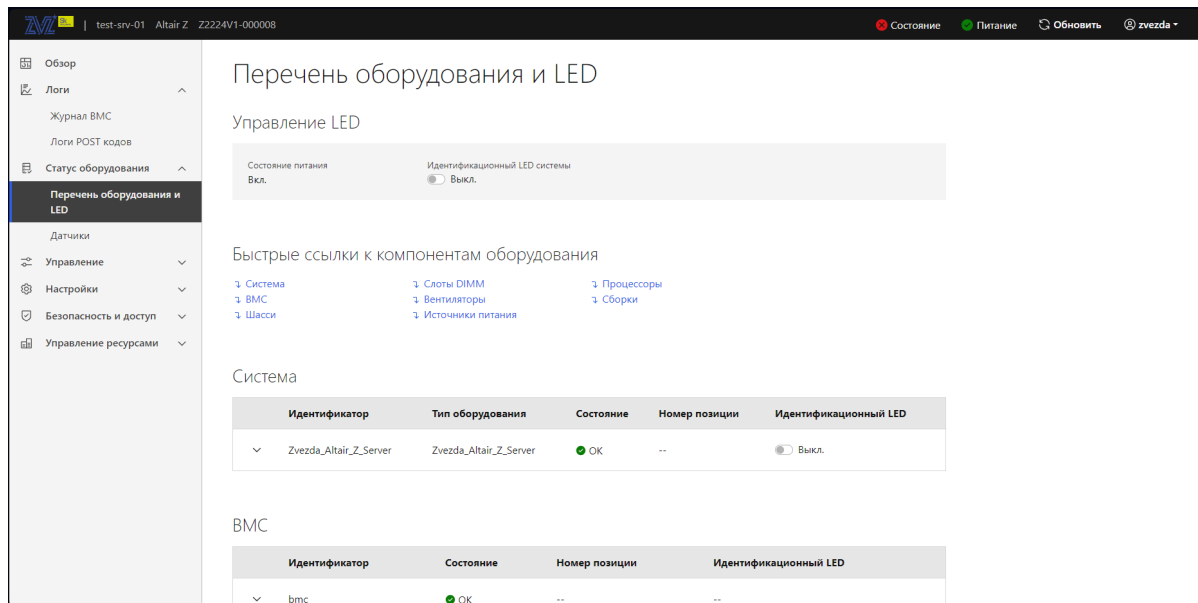

Рис. 78. Окно «Перечень оборудования и LED»
- 4) Пройдите во вкладку «Статус оборудования» → «Перечень оборудования и LED» в данной вкладке отображается перечень и статус оборудования. В поле «Управление LED» отображается состояние питания, переведите переключатель «Идентификационный LED системы» в активное положение для включения светодиода индикации сервера. В поле «Быстрые ссылки к компонентам оборудования» приведен список быстрых ссылок к компонентам сервера и их состоянию. В поле «Система» отображается тип оборудования и его состояние. В поле «BMC» отображается состояние BMC. Окно показано на рис. 78 **Окно «Перечень оборудования и LED»**